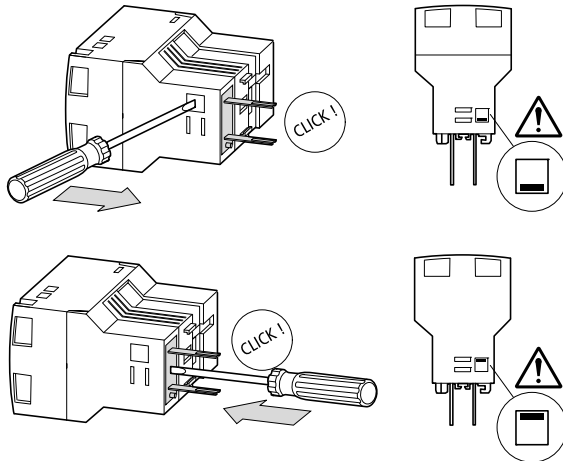

Abbildung 7: Zuordnung SmartWire-Modul für DILM und Schütz
► Stellen Sie den Einstellschieber am SmartWire-Modul für DILM auf das zugehörige Schütz ein (→ Abb. 7).